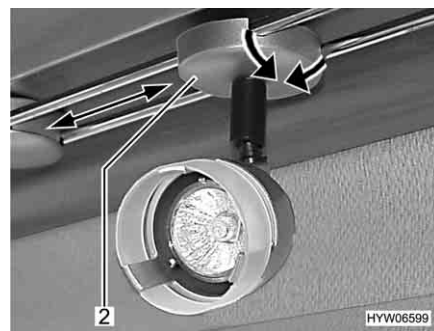

Fig. 77 Come posizionare il faretto
- Afferrare il supporto (Fig. 77,2).